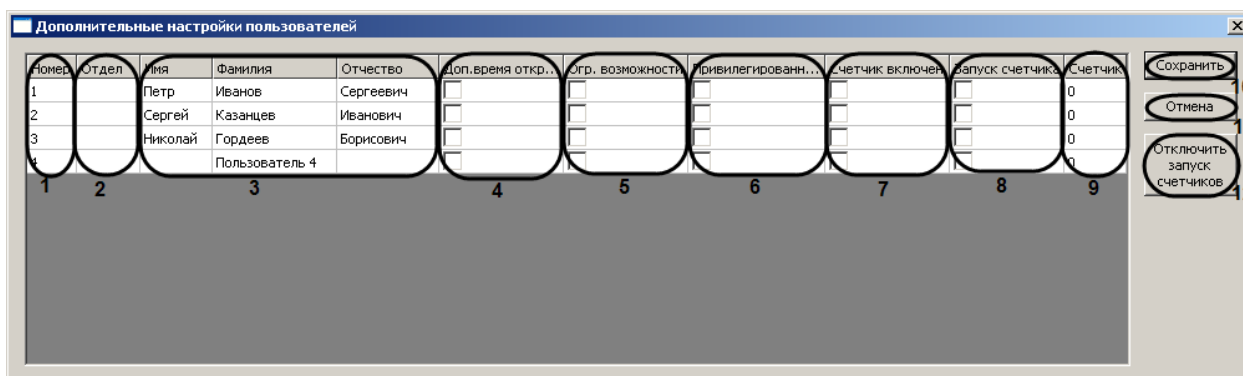

Рис. 3.7—2 Настройка дополнительных параметров пользователей
Примечание 1. В столбце **Номер** отображается список порядковых номеров пользователей, зарегистрированных на Сервере Интеллект (см. Рис. 3.7—2, 1).
*Примечание 2. В столбце **Отдел** отображается список отделов, зарегистрированных на Сервере Интеллект (см. Рис. 3.7—2, 2).*